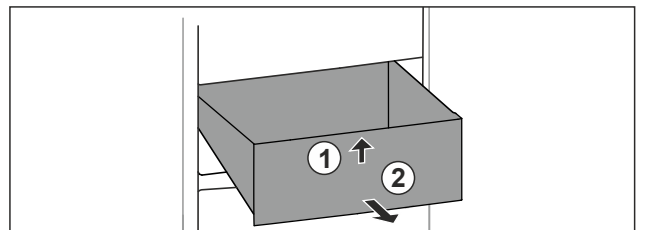

Fig. 43
- ▶ Lade aan de voorkant optillen. Fig. 43 (1)
- ▶ Lade naar voren toe verwijderen. Fig. 43 (2)